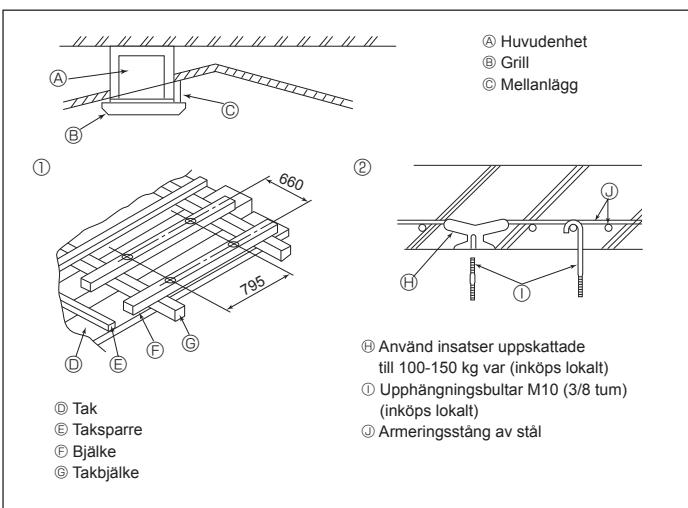

Fig. 3-5
3.5. Struktur för upphängning (förstärkning av upphängningsplatsen) (Fig. 3-5)
① Träbyggnader
② Järnbetongsbyggnader